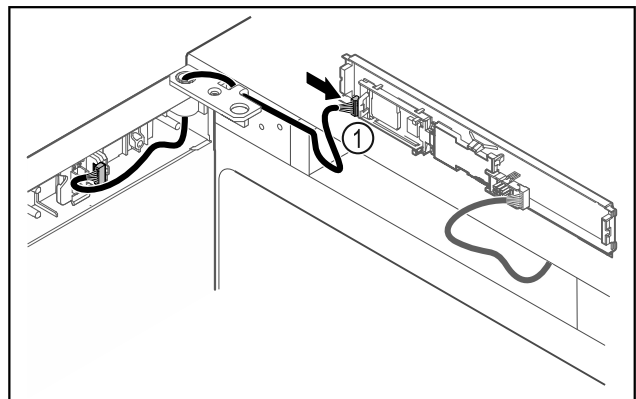

Fig. 43
- ▶ Įkiškite kištuką į plokštę Fig. 43 (1).